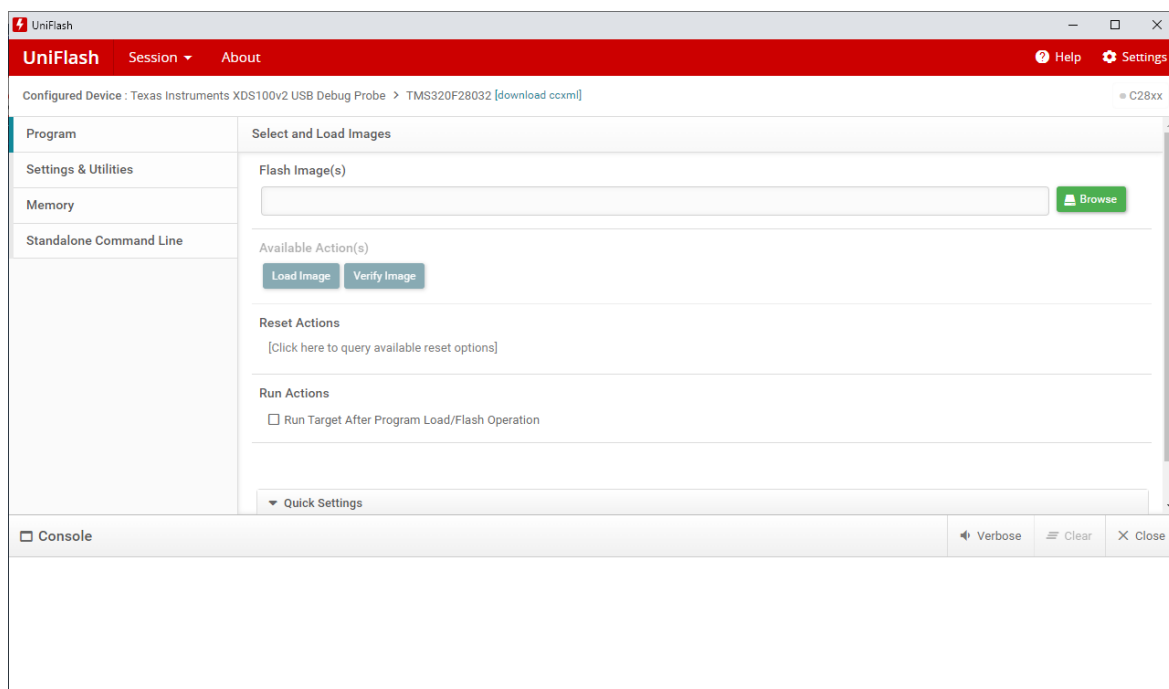

Рисунок 4 – Окно успешного подключения к программатору
1.1.4 Подключиться к контроллеру нажав на «Start». После нажатия произойдет подключение к выбранному программатора XDS100v2 (Рисунок 4).